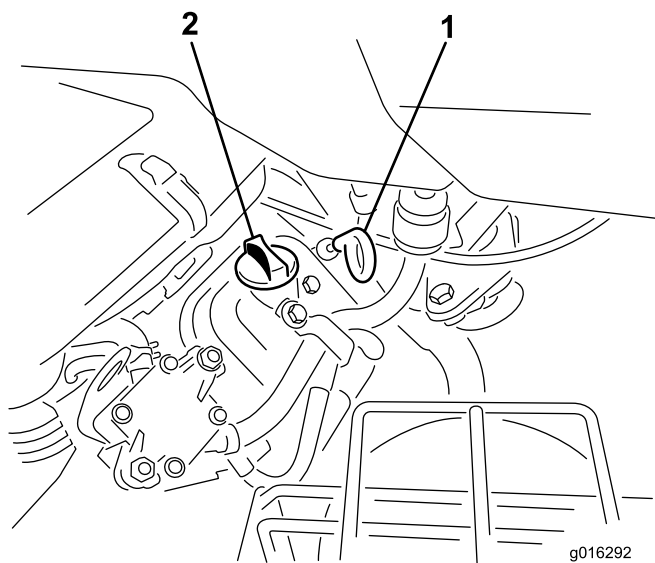

Figura 28
2. Desaparafuse a vareta e limpe-a com um pano limpo. Aparafuse a vareta no tubo e certifique-se de que se encontra completamente introduzida (Figura 28).